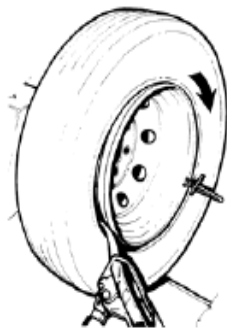

Рис.29
4. Поворачивайте зажимное устройство по ч. с. до тех пор пока шина не будет полностью смонтирована (Рис.29).